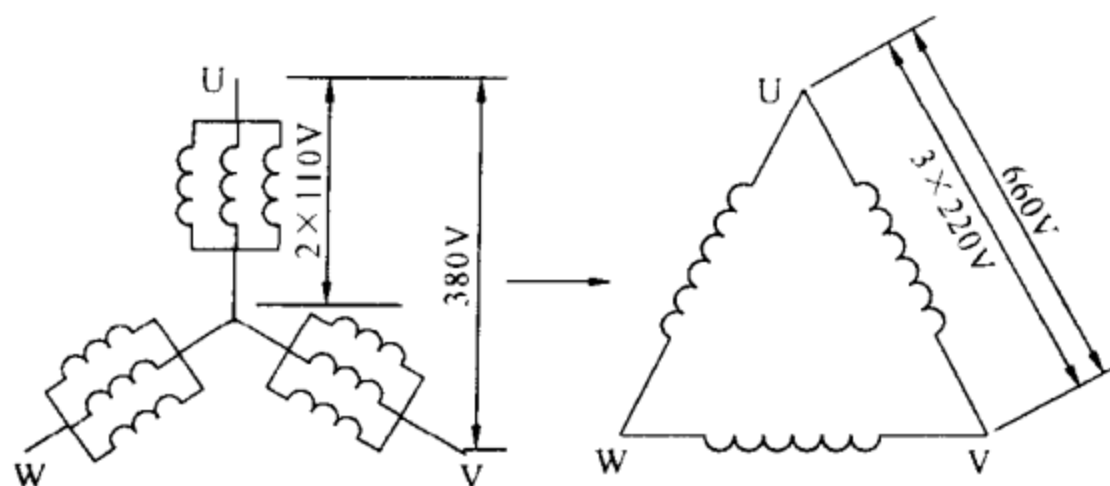

图 4-3 380V 三路、六路 Y 形改为
(4) 380V 三路、六路 Y 形改为 660V 串联 Δ 形：三路 Y 形接法的电动机，要改接为 660V ，可把每相三路 Y 形串接成一路 Y 形，然后接成一路大 (Δ) 形，以符号 ($\Delta 3$) 表示，接线方法如图 4-3 所示。同样六路 Y 形电动机可把每相六路串接成二路 Y 形，再接成两路大 (Δ) 形。这种接线方法，改接后每一极相组的电压不变，电动机保持原 380V 时的设计性能。